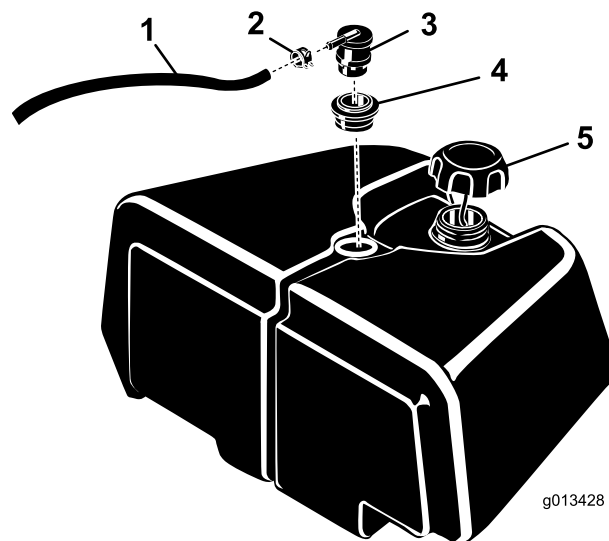

Figure 1
3. Nettoyez la surface autour du clapet antiretour en cas de retournement pour éviter que des corps étrangers ne tombent dans le réservoir de carburant lorsque le clapet et la bague sont déposés (Figure 1).
4. Desserrez le collier qui maintient le flexible raccordé au clapet antiretour et débranchez le flexible du clapet (Figure 1).
5. Déposez le clapet antiretour et la bague du réservoir de carburant (Figure 1).